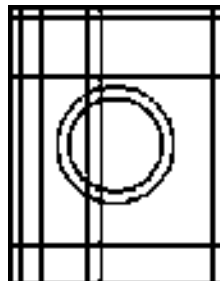

图 17.6.9 偏移其余直线
(2) 参照上一步依次选取新创建的偏移直线为参考，偏置距离依次为 530、63、220 和 100，完成后如图 17.6.9 所示。